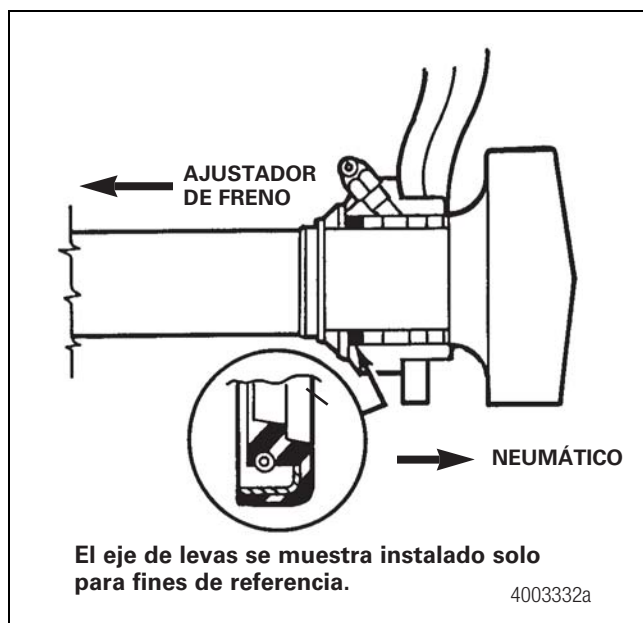

Figura 11.35
- A. En bujes de plástico, instale un sello de grasa. Verifique que el borde del sello apunte hacia el ajustador de freno y que el cuerpo del sello esté presionado contra el casquillo de acero. Figura 11.35.